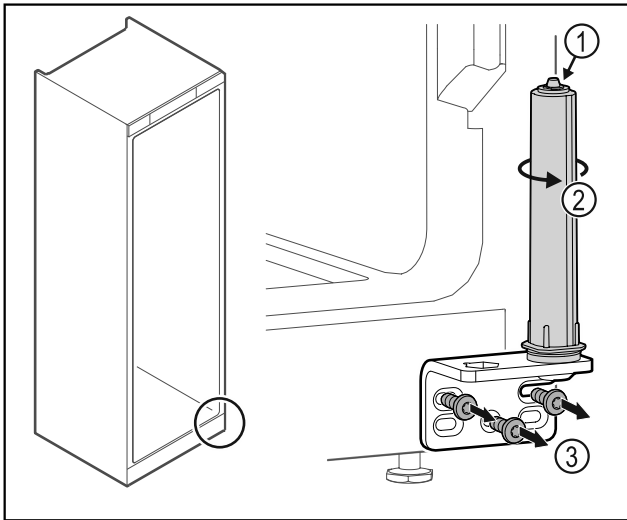

Fig. 46
- Nerozebírejte uzavírací systém dvířek Fig. 46 (1).
- ▶ Otáčejte uzavíracím systémem Fig. 46 (2), dokud nezacvakne.
- ▶ Odšroubujte úhelník závěsu Fig. 46 (3).